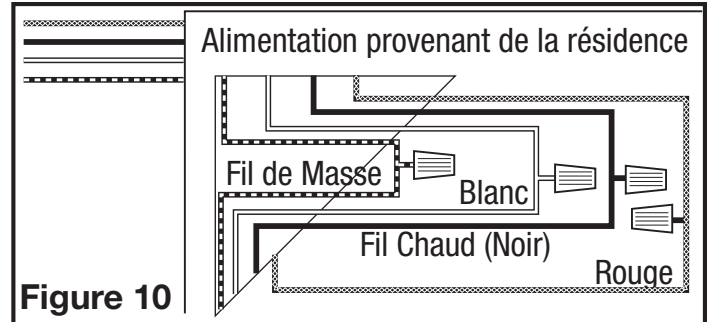

Figure 10
- 3b. À partir de l'endroit où vous avez choisi d'accéder à la boîte de jonction du ventilateur, connectez le fil blanc de la maison au fil blanc du ventilateur. Connectez le fil de la position automatique sur l'interrupteur mural au fil noir du ventilateur, connectez le fil de la position manuelle sur l'interrupteur au fil rouge du ventilateur. Connectez le fil de terre de la maison au fil vert du boîtier du ventilateur (**Figure 10**). Utiliser des méthodes approuvées pour toutes les connexions.